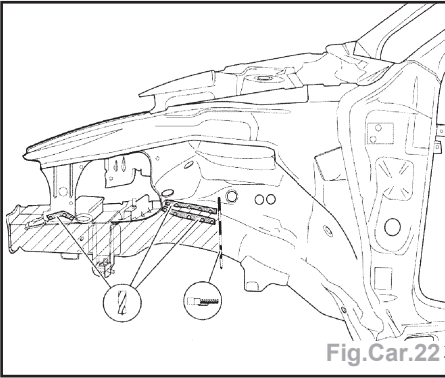

Fig.Car.22
- Faire une coupe avec une scie alternative sur la zone indiquée (Fig.Car.22).